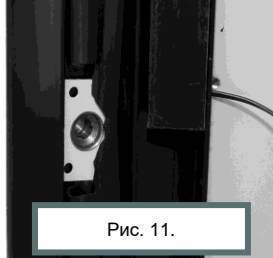

Рис. 11.
5. Вставить замок Promix-SM131.10, подтягивая провод (см. рис. 11).
8. Ножницами вырезать уплотнитель в области захода ригеля в замок Promix-SM131.10 (см. рис. 11).